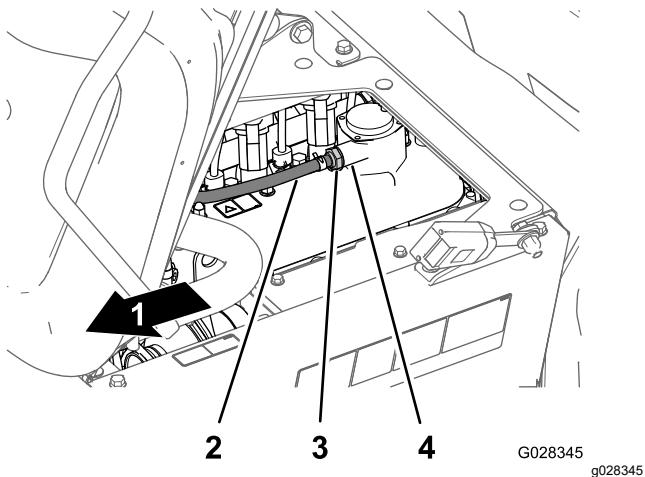

Figura 114
2. Retire la válvula PCV del acoplamiento de la tapa de válvulas (Figura 114).
no está libre y no suena al sacudirse, sustituya la válvula PCV (Figura 114).
4. Introduzca la válvula PCV hasta que quede correctamente asentada en la junta del acoplamiento de la tapa de válvulas (Figura 114).